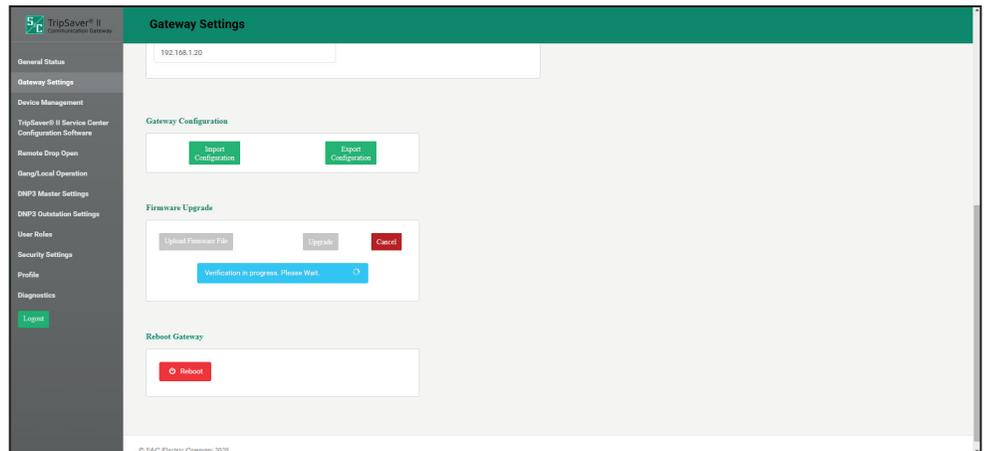

Figura 30. El proceso de verificación del firmware.
PASO 5. Cuando esté 100% realizado, el gateway de comunicaciones pasará a través de un proceso de verificación para confirmar que fue firmado con seguridad por S&C Electric Company. Vea la Figura 30.